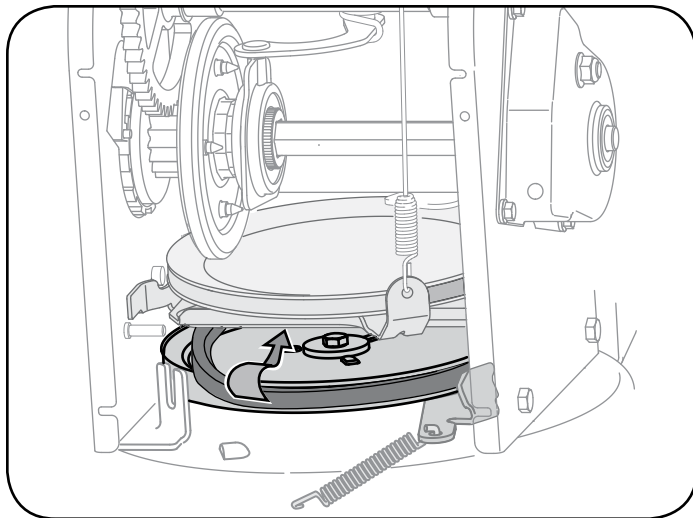

Figura 21
2. **Eje de engranaje hexagonal:** Una vez por temporada, lubrique el eje hexagonal con un aceite penetrante, pero no grasa. Consulte la figura 21 en la página 17.
3. Retire la correa antigua y cambie por una nueva, ubicándola alrededor de la polea de la barrena. Vea la figura 21.
3. Con el control de la transmisión engranado, la rueda de fricción debe hacer contacto con la placa de la transmisión. Vea la figura 21.